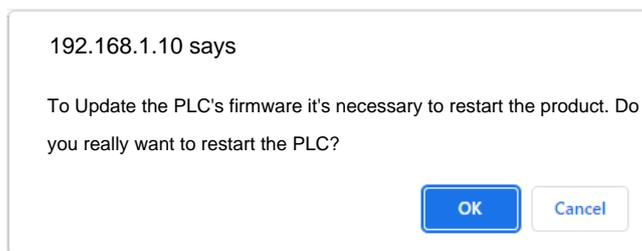

Figura 5.3: Tela de confirmação de atualização de firmware.
- Clique em **Start Firmware Download**. Ao clicar, será exibida uma tela de confirmação. Clique em **OK** para iniciar a atualização ou **Cancel** para cancelar a operação. A Figura 5.3 mostra a tela de confirmação de atualização de firmware.